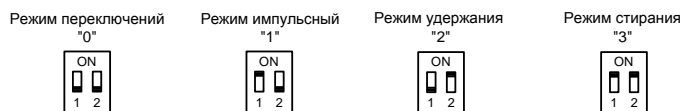

Рис.2 Установка режимов работы
1. Установите с помощью DIP переключателя, режим работы приемника (см.рис.2).